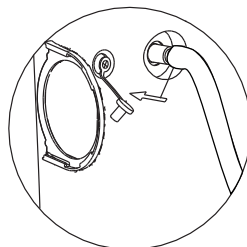

рис. 2
- Извлеките заглушку из сливного отверстия, расположенного на задней панели кондиционера, и подсоедините к нему сливной шланг. С помощью резинового хомута, расположенного над сливным отверстием, зафиксируйте шланг свободным концом вверх (см. рис. 2).